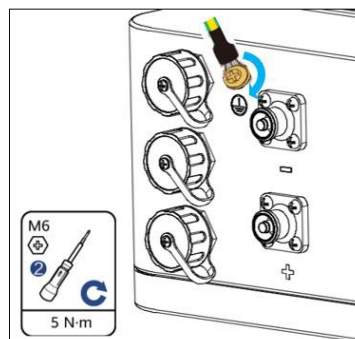

Fig. 4.3.3 Tilslutning af jordkabel Trin 2.
Tilslutning af jordkabel: Brug en skruetrækker til at fastgøre ⑧ jordkabelklemmen til batteriets jordpunkt, se fig. 4.3.3.